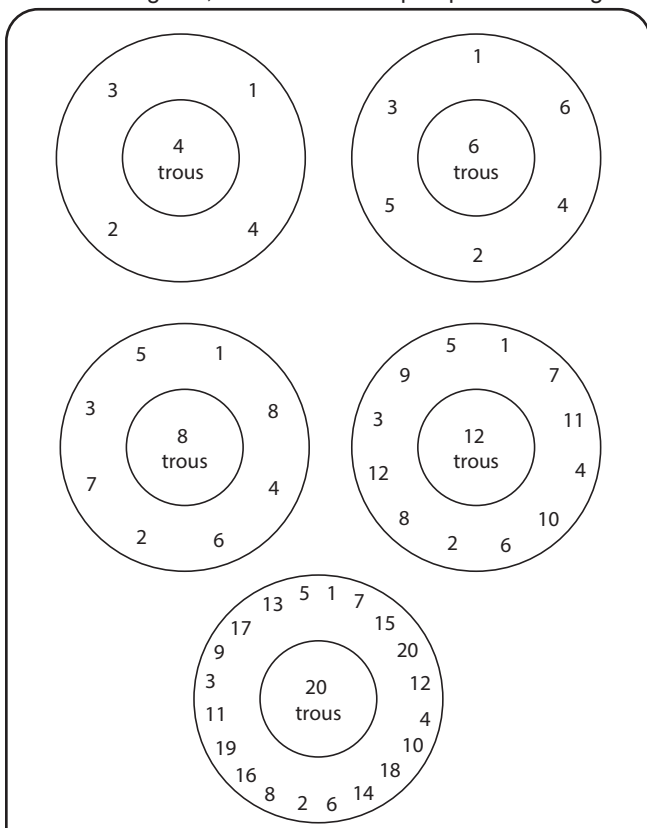

Figure 21 : Ordre de serrage des boulons
7. Installez la plaque de protection sur le socle de manière à ce que la soupape pilote soit alignée afin de pouvoir réaliser les connexions de tuyauterie correctement. Notez la longueur des goujons ou des vis d'assemblage. Les deux plus longs(/gues) chevaucheront la ligne verticale de l'orifice de détection d'entrée sur le socle principal de la soupape pilote. Installez le support entre la plaque de protection et l'écrou ou la vis d'assemblage. Serrez aux couples indiqués dans le Tableau 9 par incréments de 15 lb-pi (20 Nm) en vous assurant qu'il y a un espace uniforme entre le socle et la plaque de protection. Serrez dans l'ordre indiqué dans la Figure 21. Assurez-vous que le support est aligné de sorte que les deux plus petits orifices de fixation de la soupape pilote soient au-dessus du plan horizontal de la plaque de protection.
- Installez la plaque de protection sur le socle de manière à ce que la soupape pilote soit alignée afin de pouvoir réaliser les connexions de tuyauterie correctement. Notez la longueur des goujons ou des vis d'assemblage. Les deux plus longs(/gues) chevaucheront la ligne verticale de l'orifice de détection d'entrée sur le socle principal de la soupape pilote. Installez le support entre la plaque de protection et l'écrou ou la vis d'assemblage. Serrez aux couples indiqués dans le Tableau 9 en appliquant l'ordre de serrage indiqué dans la Figure 21 et le Tableau 10.